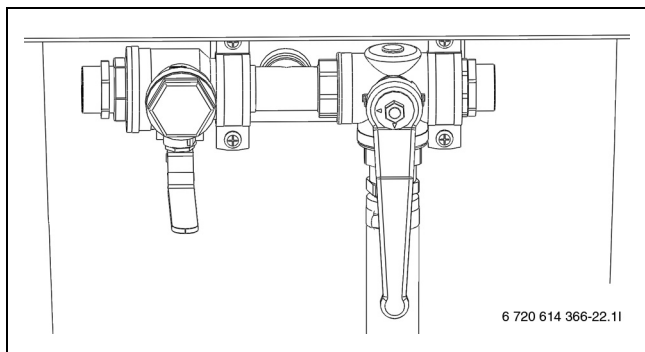

Bild 25 Befüllstation in Mischposition
- Ventile der Befüllstation auf Mischposition stellen (→ Bild 25).